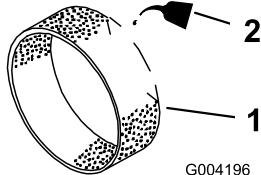

Figura 44
3. Applicate circa 30–60 ml d'olio sul prefiltro (Figura 44).